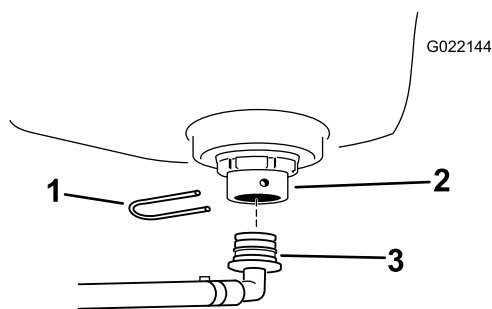

Figura 13
2. Montate il raccordo portagomma del serbatoio di lavaggio nel diaframma e fissatelo con una forcina di fissaggio (Figura 13). Ruotate il raccordo in modo tale che sia rivolto all'indietro.